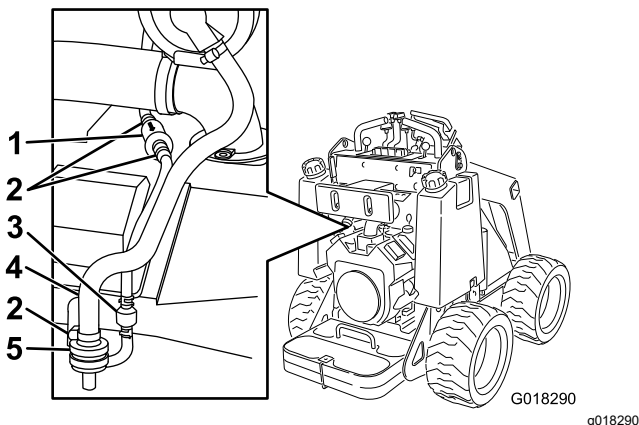

Figura 21
- Allentate la fascetta stringitubo sul filtro dell'aria del canister a carboni attivi (Figura 21).
- Togliete il filtro dell'aria e gettatelo (Figura 21).
- Montate un nuovo filtro all'interno del flessibile, e fissatelo con la fascetta stringitubo (Figura 21).
- Spostate le fascette stringitubo del tipo a molla su entrambi i lati del filtro della linea di spurgo del canister a carboni attivi lontano dal filtro (Figura 21).
- Togliete il filtro della linea di spurgo e gettatelo (Figura 21).
- Montate un nuovo filtro nel flessibile con la freccia del filtro rivolta verso la valvola di ritenuta e fissatelo con le fascette stringitubo (Figura 21).